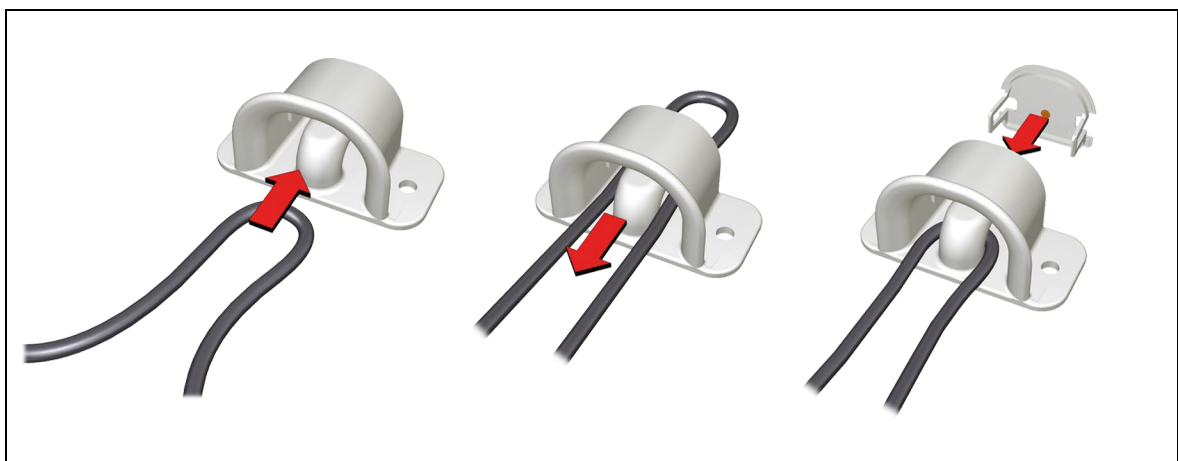

Abbildung 10 Verlegen der Anschlussleitung in die montierte Zugentlastung
Das Verlegen der Anschlussleitung in die montierte Zugentlastung der Steuerung MCL III wird in Abbildung 10 gezeigt.
- 1 Legen Sie die Anschlussleitung zu einer Schlaufe und führen Sie diese durch die Zugentlastung, wie in Abbildung 10 gezeigt.